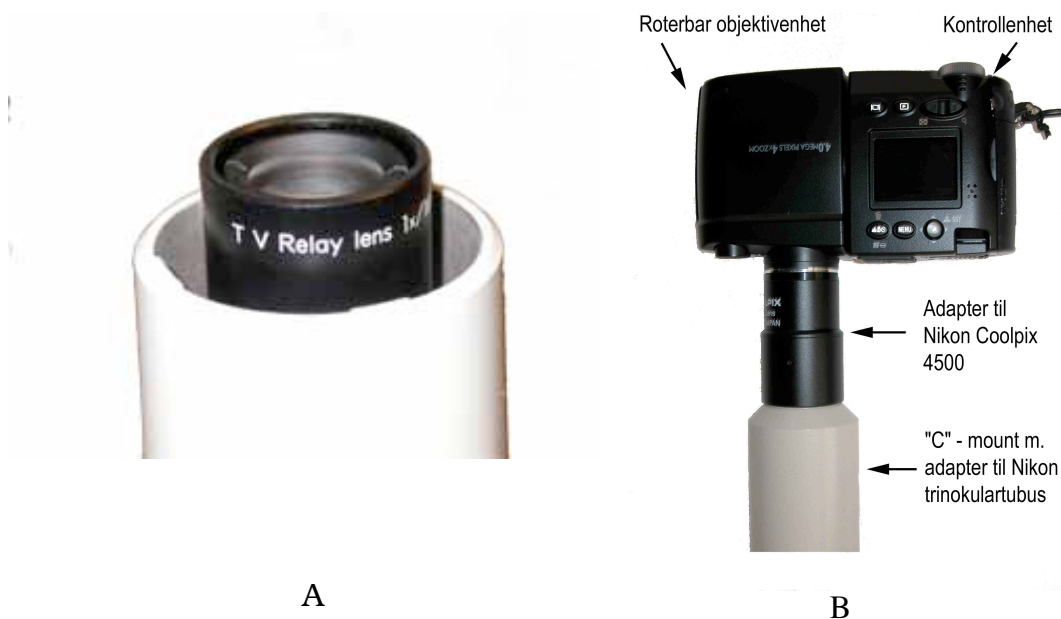

Fig. 26: Tilpasning av Nikon Coolpix 4500 til Nikon trinokularmikroskop:
- En 1X projeksjonslinse (TV Relay lens 1x/16) som er anbragt i trinokulartubus (som for Microflex AFXII)(fig.26, A)
- En s.k. "C"- mount adapter med skrufatning til mikroskopets trinokulartubus (fig.26, B)
- En adapter til kamera (Coolpix MDC lens)(fig.26, B)
Kameraets objektiv er dreibart og anbringes i trinokulartubus som angitt på fig.26.